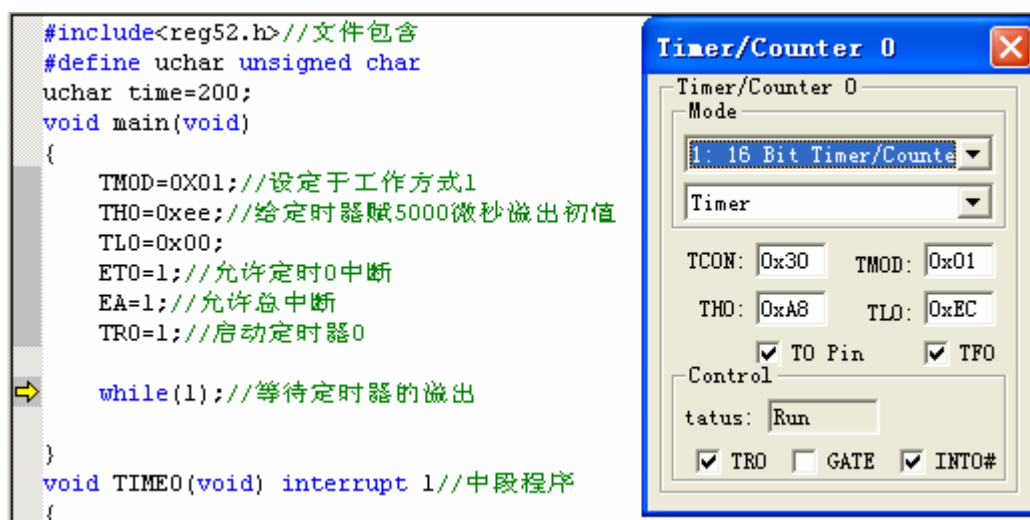

图 4-24
5、在菜单 peripherals/timer/timer0 点击出，如图 4-24 的功能框，它是定时/计数器 0 的功能信息对话框，在里面可以清楚地看到定时器的运行情况。用  进行调试，观察当黄色的光标在主程序中执行每一条语句的时候，同时在图 4-24 中的信息对话框中对应的变化。